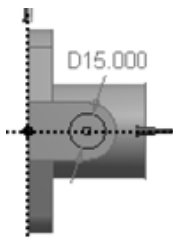

图 3.3.24 截面草图 5
(1) 绘制草图 5。在“草图绘制”工具条的 **XYPlane** 下拉列表中选择 **ZXPlane** 平面为草图平面，单击“New Sketch”按钮，绘制图 3.3.24 所示的截面草图。